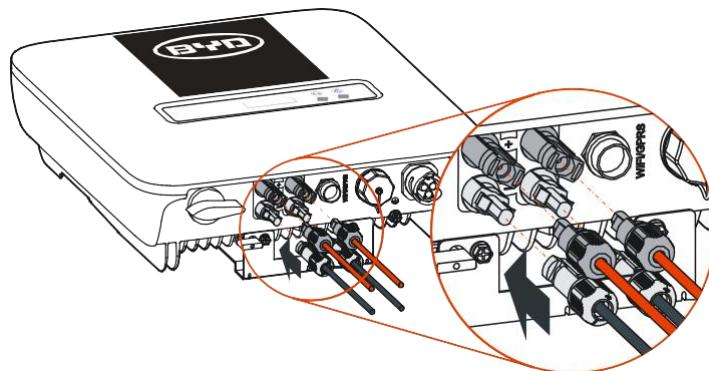

Figura 3-20 Conecte o conector de CC
**Etapa 6** Insira o conector positivo e o negativo nos terminais PV + e PV - (conforme mostrado na Figura 3-20) e aperte-os. Se houver um som de clique, significa que o conector foi inserido corretamente.